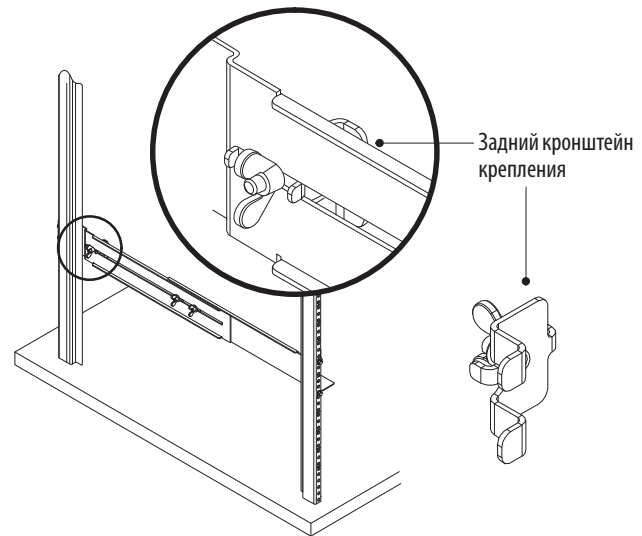

Рисунок 16. Закрепление задней части EBM
- 12.** Присоедините задние кронштейны крепления к направляющей и задвиньте кронштейны в слоты на задней панели EBM (см. рисунок 16).